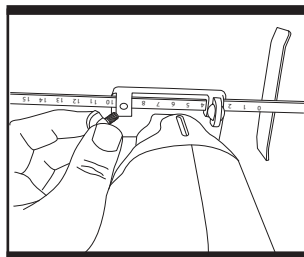

Fig. 2
2. Utilisation du guide parallèle (Fig. 2)